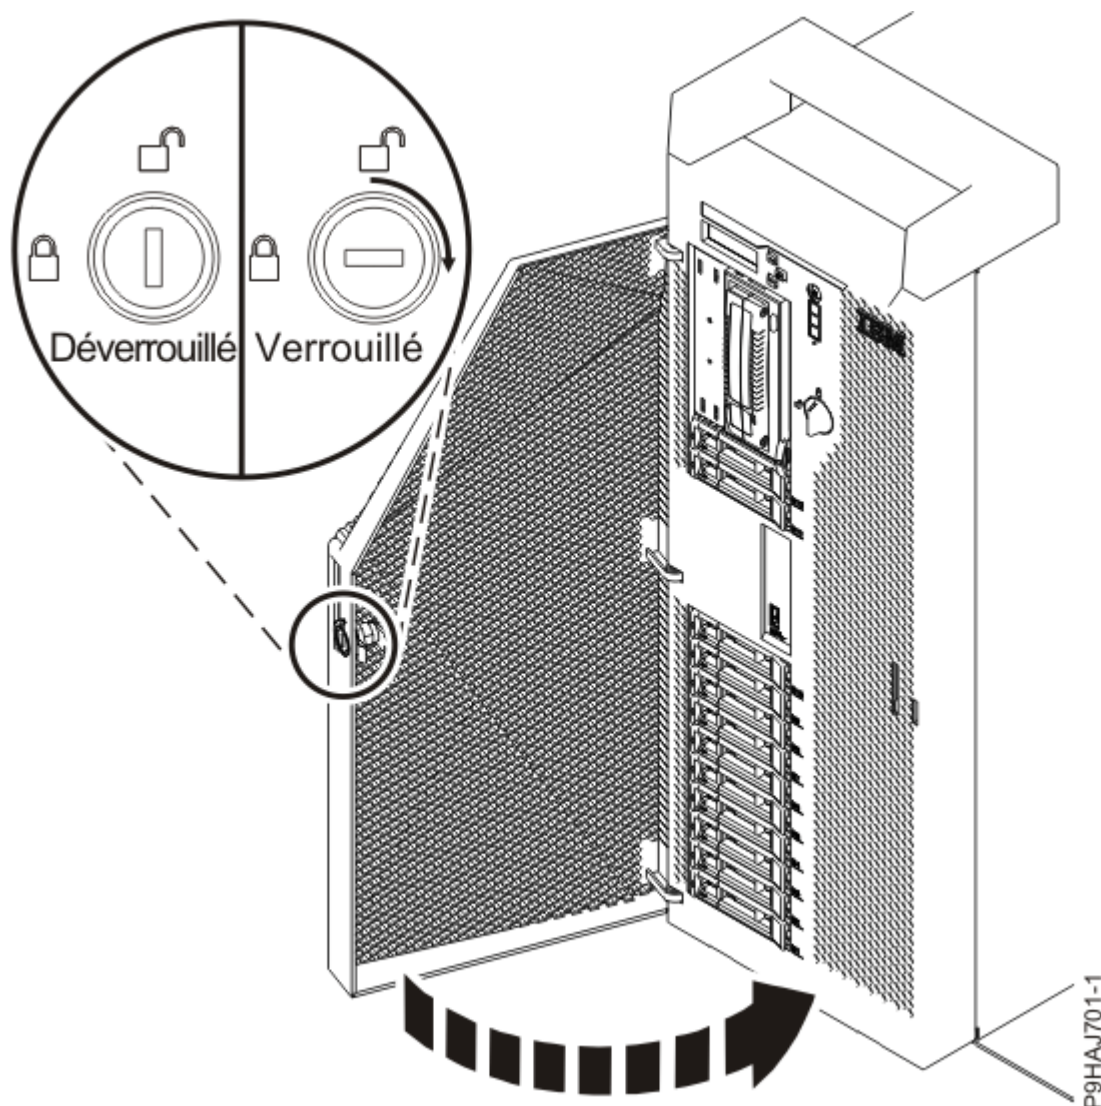

Figure 38. Verrouillage du volet avant
- e) Fermez le volet avant. Insérez la clé du volet avant dans le verrou, comme illustré dans la Figure 38, à la page 40. Tournez la clé vers la droite (dans le sens des aiguilles d'une montre) afin de verrouiller le volet. Horizontal correspond à la position verrouillée ; vertical correspond à la position déverrouillée.